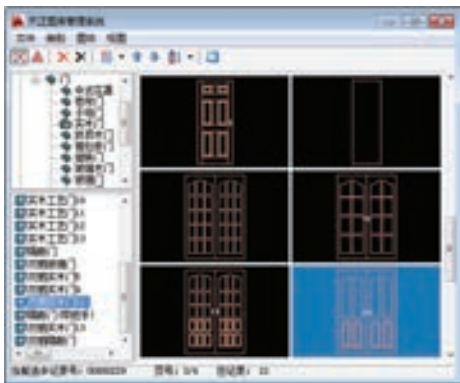

图 15-13 选择门的三维样式
2) 绘制双扇平开门。调用“新门”命令，在弹出的“门”对话框中单击上方的三维样式预览框，在打开的“天正图库管理系统”窗口中选择门的三维样式，如图 15-13 所示。